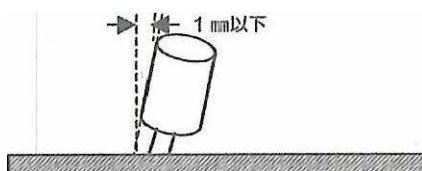

図10 基板の取り付け
④炭素皮膜抵抗器以外の部品は基板に対して垂直に取り付けること。各部品の曲がりの範囲は図10に示すとおりとする